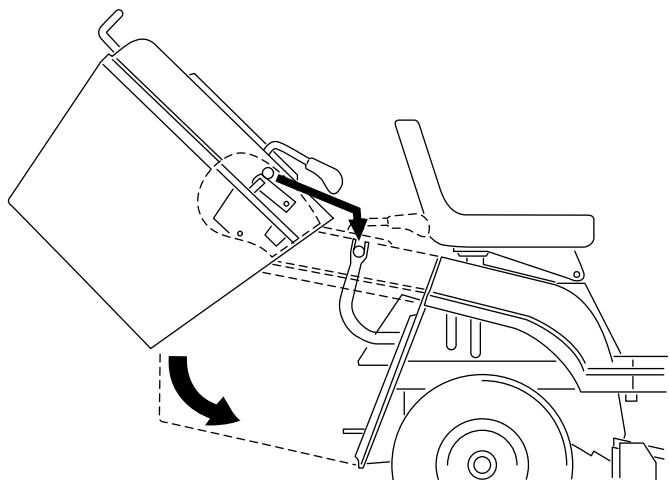

Bild 34
1. Kippen Sie das Heckfangsystem mit beiden Händen nach vorne (Bild 34).
2. Kippen Sie das Heckfangsystem ungefähr 40 Grad nach vorne. Schieben Sie es dann auf die Stützschielen hinten an der Maschine (Bild 34).